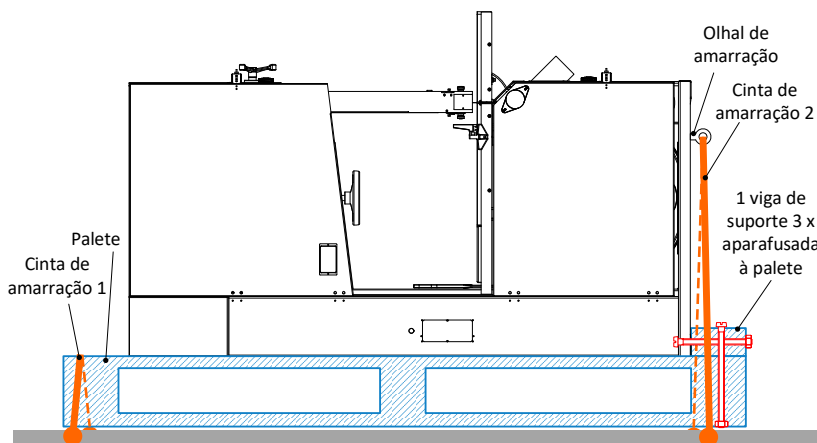

Figura 11: Amarração do BSB 700 / 800 / 900
- Existe um olhal de amarração para a **cinta de amarração 1** sob a base da máquina (⇨ Figura 11). A **cinta de amarração 2** é utilizada para amarrar diretamente a palete.